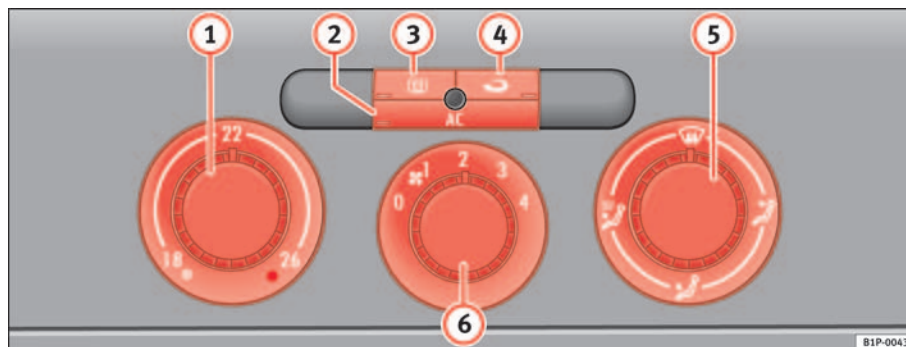

Fig. 107 Mandos del Climatic en el tablero de instrumentos
- Con los reguladores ⇒ fig. 107 (1) y (5) y con el mando (6) se regula la temperatura, la distribución del aire y la velocidad de la turbina.
- Pulse la tecla (2), (3) o (4) para activar o desactivar la función correspondiente. Cuando la función está activa, la ventana situada en la esquina inferior de la tecla se ilumina.
(1) Regulador de temperatura ⇒ página 153
(2) Tecla **AC** – Encender o apagar el grupo refrigerador ⇒ página 153
- (3) Tecla – Luneta térmica. Esta función se apaga automáticamente aproximadamente 20 minutos después de haberla conectado. Se puede desconectar antes pulsando de nuevo la tecla.
- (4) Tecla – Recirculación de aire ⇒ página 155
- (5) Regulador de la distribución de aire ⇒ página 153
- (6) Mando de la turbina. El caudal de aire tiene 4 niveles de ajuste. La turbina debería funcionar siempre en el nivel más bajo cuando se circule a poca velocidad.
- Encienda el climatizador con la tecla ⇒ **página 152, fig. 107**